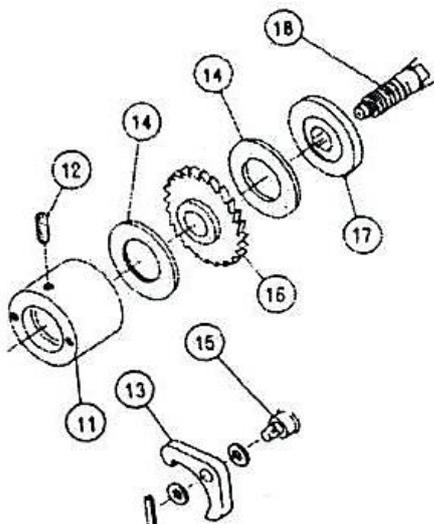

Рис. 9
- При толщине тормозных дисков (№ 14) от 3,5 мм до 2,6 мм их нужно заменять. (см. рисунок 9).